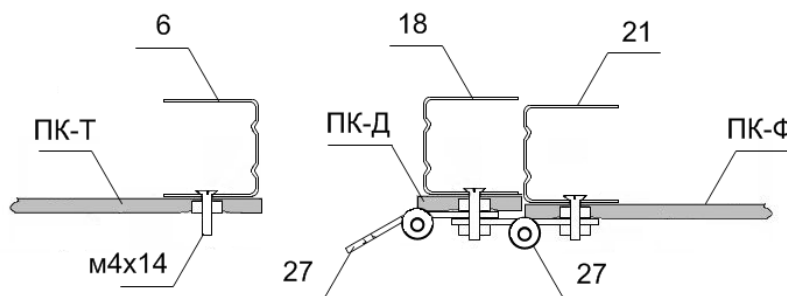

Рис. 17
со стороны покрытия торца, чтобы гайка утонула в поликарбонате (см. рис. 17). Временно закрепите винты м4х14 для крепления петель на каркасе двери. Установите дверь в дверной проём, закрепив петли №27 гайками м4 на выступающих винтах м4х14.
- ✓ Отсоедините дверь от торца и произведите крепление покрытия к двери. Закрепите винты м4х14 для крепления петель (см. рис. 17).
- ✓ Закрепите винты м4х14 для крепления петель. На выступающих винтах м4х14 закрепите петли (см. рис. 17), установите форточку в дверь, а дверь в дверной проём на торце.